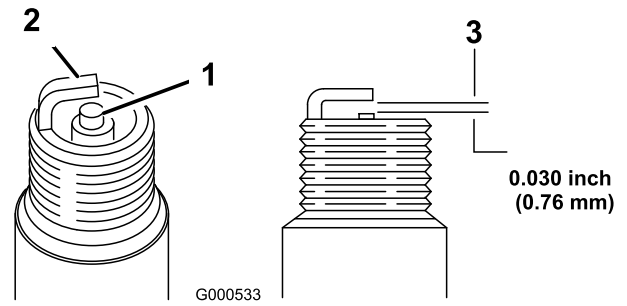

Figura 26
5. Ajuste el hueco entre los electrodos de la bujía nueva a 0,03 pulg. (0,76 mm) (Figura 26).